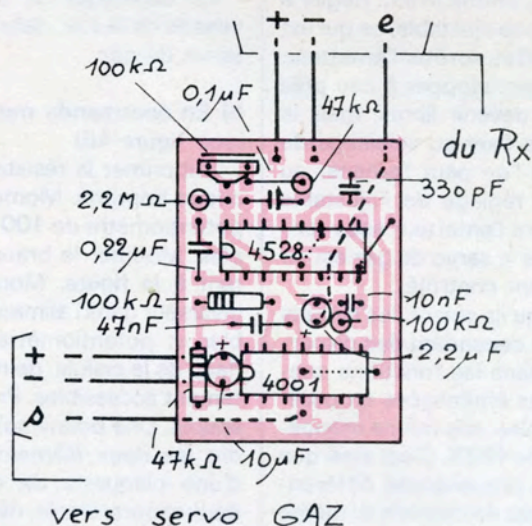

Fig. 3. - Composants du Controgaz.
3. Pose des composants (Voir fig. 3)
Ne pas oublier les trois straps. Suivre la figure 3 pour la pose des autres composants. Il s'agit d'un travail très facile et même les acheteurs de « Tout fait » pourront ici, essayer de faire leurs premières armes d'électroniciens en herbe !